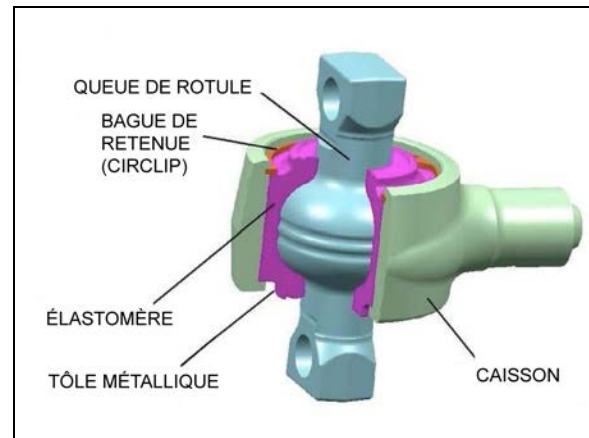

FIGURE 6 : CONSTRUCTION DU JOINT SPHÉRIQUE 16186
- fissure radiale de la tôle métallique externe (Figure 6)